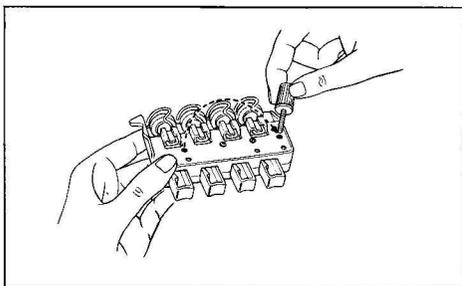

Bild 2
- (2) Am Farbenwechler entfernen Sie auf der rechten Seite die Fingerhutschraube und setzen diese auf der linken Seite wieder ein (Bild 2).
- (3) Nun stecken Sie den Farbenwechler fest auf die Aufsteckvorrichtung.